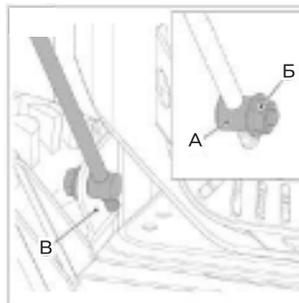

Рис. 6
- Открутите гайку (рис. 6, поз Б) с предварительно установленного на рычаг шарнирного соединения (рис. 6, поз А).
- Вставьте шарнирное соединение (рис. 6, поз А) в отверстие кронштейна (рис. 6, поз В).
- Затяните гайку (Рис. 6 поз Б).